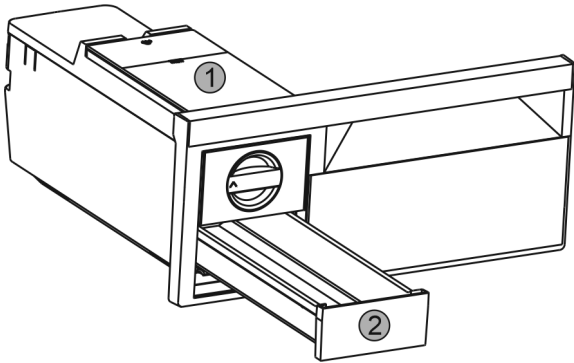

Fig. 41
- ▶ Watertank Fig. 41 (1) en ijsblokjeslade Fig. 41 (2) verwijderen.